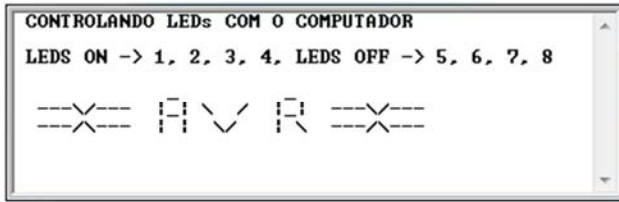

Fig. 15.8 – Mensagem recebida no computador.
- 15.2** – Faça um programa para controlar, através do computador, 4 LEDs ligados aos pinos PB0:4 do ATmega328. Imprima na tela do hiperterminal uma mensagem semelhante a da fig. 15.8, crie sua própria imagem.
Para gerar a mensagem da fig. 15.8 é necessário escrever cada linha individualmente na programação, tal como: